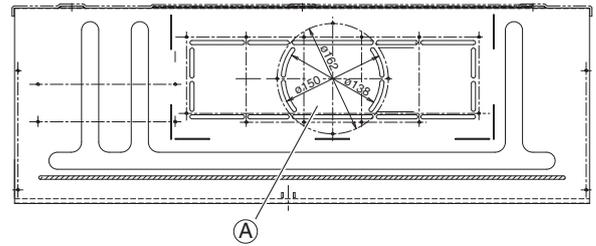

Fig. 3-22
- (5) Si le système exige que de l'air frais soit aspiré dans l'unité, découpez et ôtez l'isolant (aussi bien externe qu'interne) à l'endroit indiqué par sur la figure 3-22.